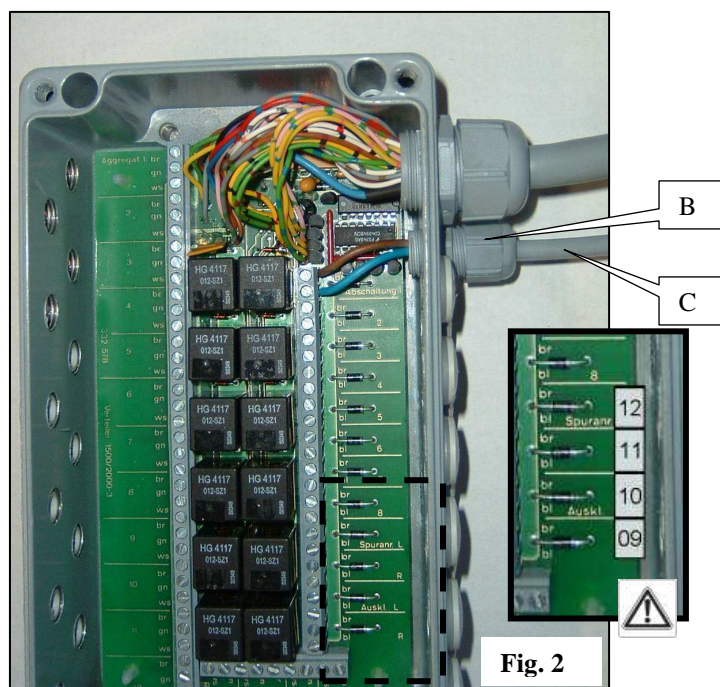

Fig. 2
6. Aansluiting van de leidingbus (fig. 2)
6. Conexión del mazo (fig. 2)
6. Collegamento del fascio (fig. 2)